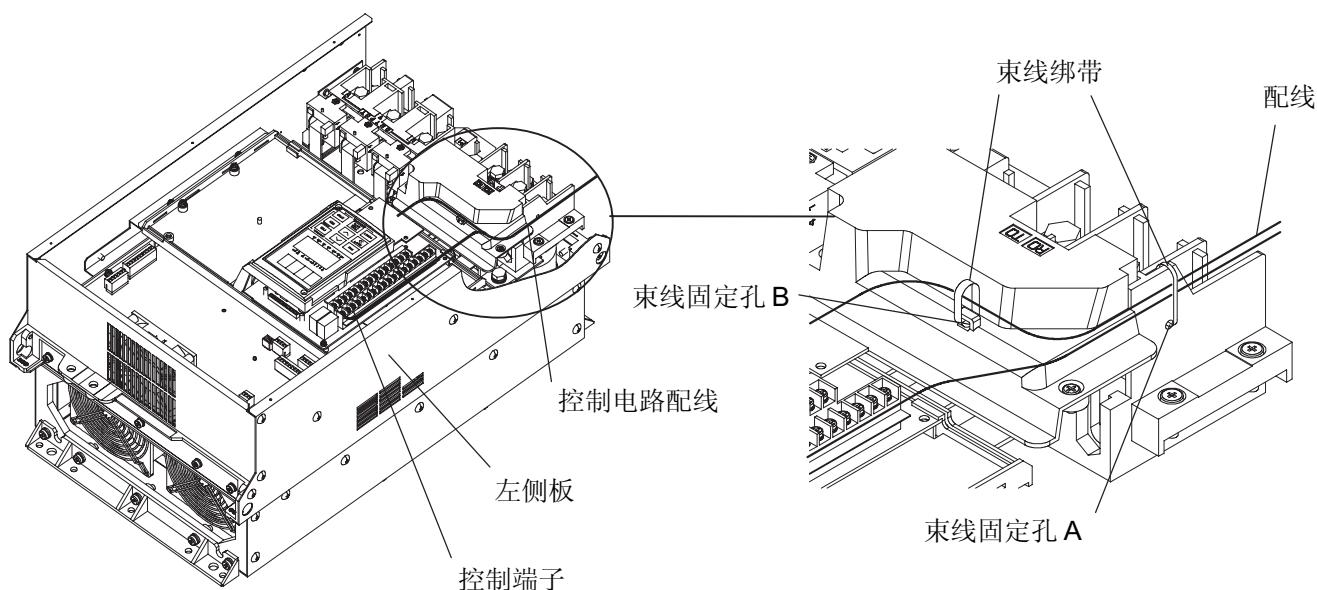

图 2-3-12
①应沿着变频器的左侧板引出, 如图 2-3-12 所示。
②配线引出时, 要用束线绑带 (绝缘扣等) 固定于主电路端子排左侧的固定孔 A。束线绑带要穿过固定孔 A ( $\phi 4$ ), 所以其尺寸应为宽 3.5mm 厚 1.5mm 以下。
③另外, 装用选件卡时, 其信号线应固定于孔 B。